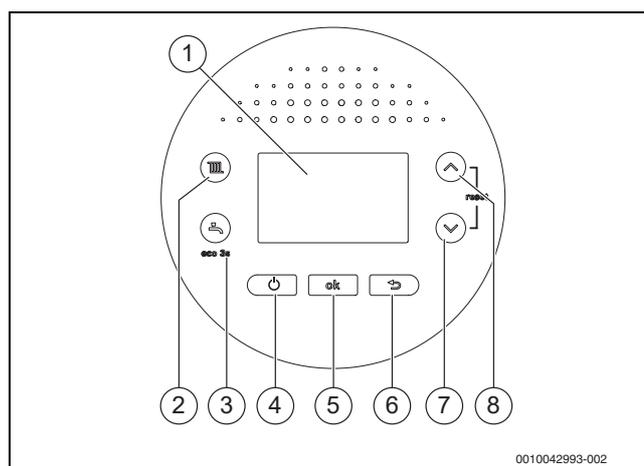

Fig. 1 Vista general del campo de mando
- ▶ Desconectar el aparato en la tecla  (→ fig. 1).